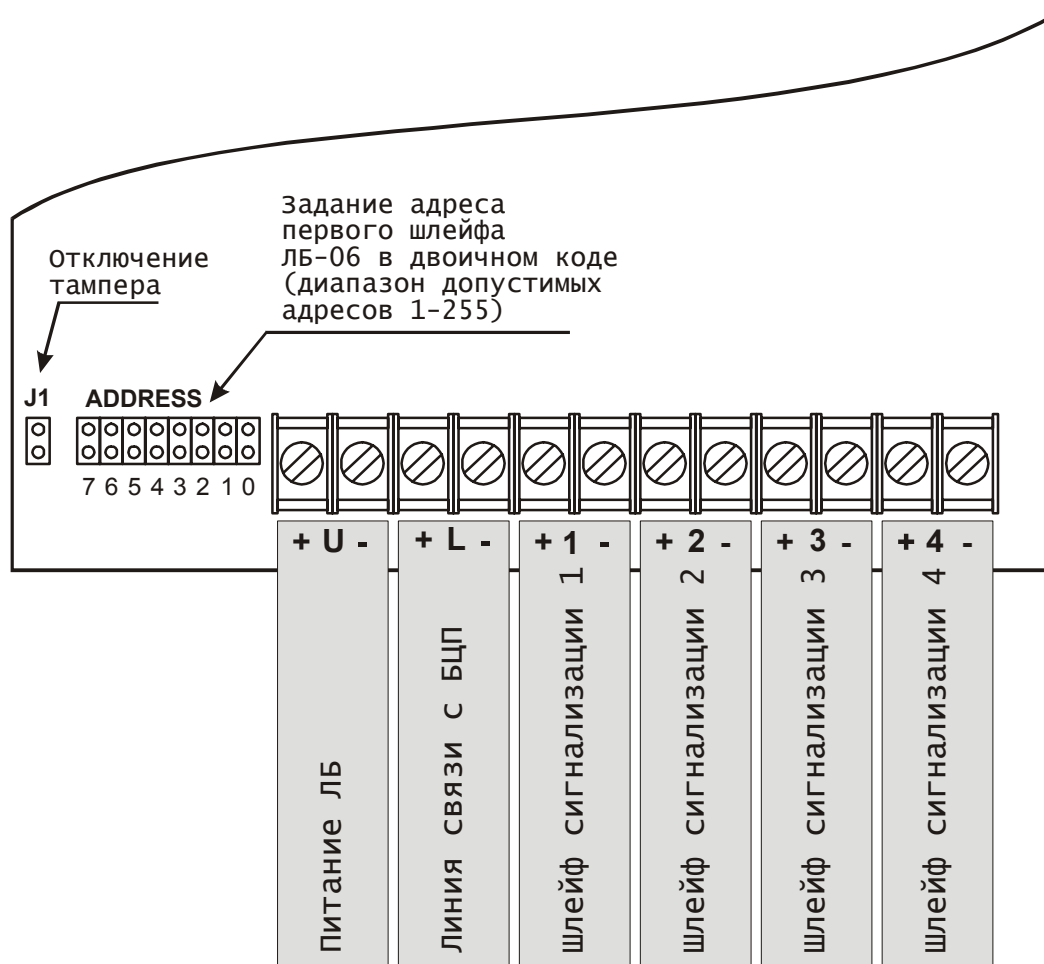

Рис. 5 Схема подключения ЛБ-06
5.2 Подключение БЛ к прибору и охранным извещателям осуществляется через колодку, установленную на плате (см. Рис. 5).
Адреса четырех ШС в ЛБ-06 располагаются в адресном пространстве непрерывно. Адреса ШС в БЛ задаются в двоичном коде путем установки перемычек на плате БЛ (см. Рис. 5), причем установленная перемычка соответствует двоичному «1», а не установленная – «0». Явно задается лишь первый ШС в ЛБ, остальные три ШС автоматически получают смежные адреса, расположенные по возрастанию. Например, если задать адрес первого ШС в ЛБ равным «38», то остальные три ШС автоматически получат адреса соответственно «39», «40», «41». Если адрес первого ШС в БЛ больше, чем «252», то работать будут только те ШС, адреса которых не превышают «255». Например, если адрес первого ШС в БЛ равен «253», то четвертый ШС в этом БЛ работать не будет, т.к. его адрес превышает «255». Таким образом, в БЛ с адресом первого ШС равным максимально допустимому значению – «255», работать будет только один ШС – первый.